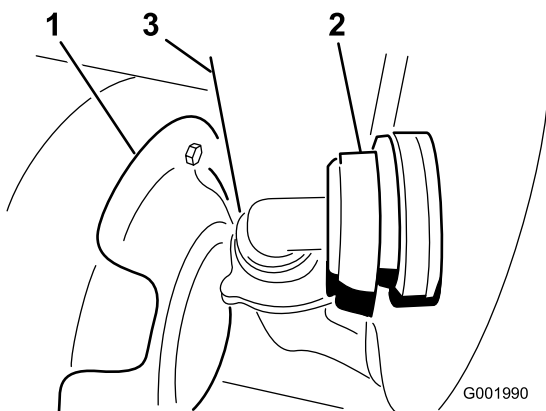

Bild 57
3. Schließen Sie den Schlauch im unteren Bereich vorne am Behälter ab (Bild 57).
Hinweis: Sie müssen das Wärmeschutzblech (Bild 57) möglicherweise zurück drücken, um die Abdeckung abzunehmen.
7. Schließen Sie den Schlauch vorne am Tank an (Bild 57).